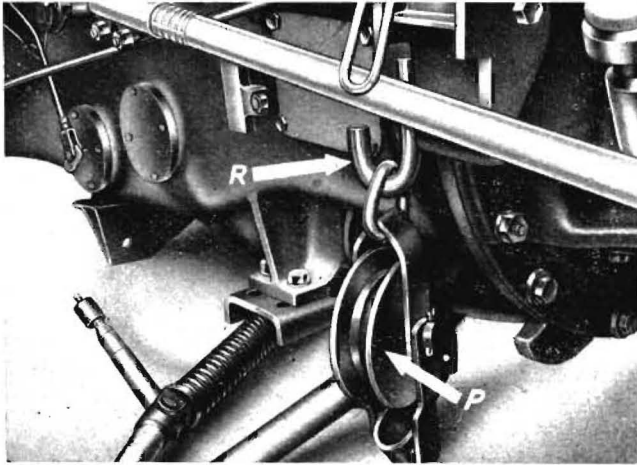

Bild 13
Die Umlenkrolle (P) wird in den Haken (R) des Haltewinkels eingehangen. (Bild 13)